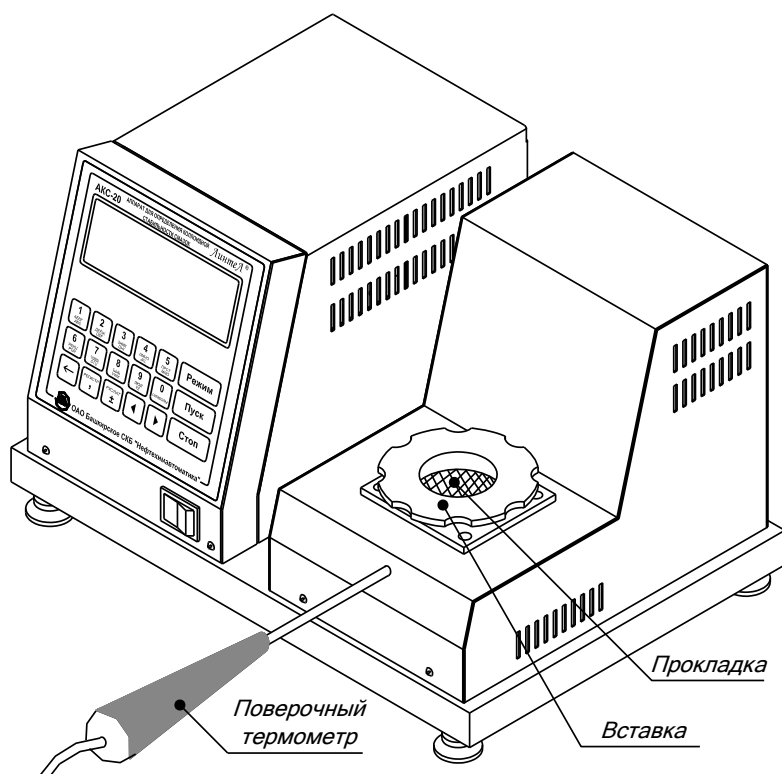

Рисунок 19 – Установка образцового термометра
- 1) закройте термостат вставкой со вложенной в нее прокладкой (см. рисунок 19, страница 24);
- 2) установите в отверстие на термостате образцовый термометр (см. рисунок 19, страница 24) до упора. В качестве термометра использовать термометр ТЦМ 9410/М2;